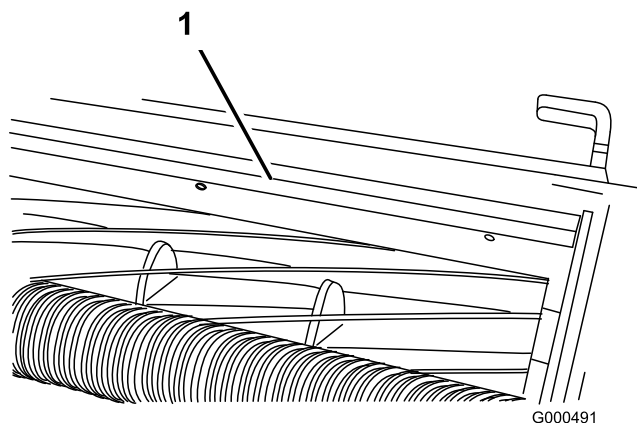

Figura 57
1. Allentate le viti che fissano la barra superiore (Figura 57) all'apparato di taglio.